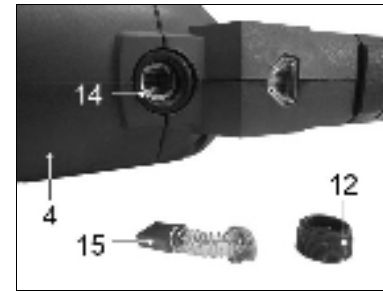

Рис. 6.
9.2. Контроль и замена щеток на пиле модели СПЭ-900/150Э (Рис. 6)